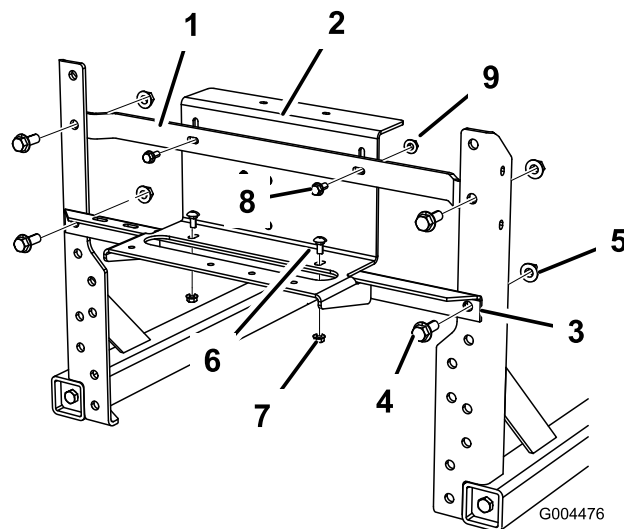

図 10
1. 先ほど古いブームアップライトから外した横部材（下側横部材）を取り付ける；既存の締結具を使用する（図 10）。